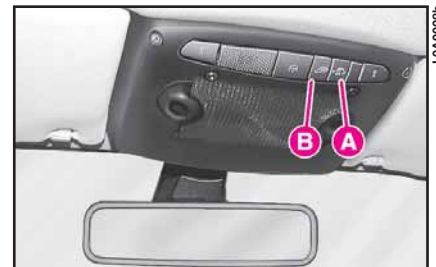

fig. 16
Para desactivar la protección volumétrica presione el pulsador **A** (**fig. 16**) en la lámpara de techo anterior: cuando se desactiva la función, el testigo del pulsador parpadea durante 3 segundos y luego, se apaga.
Para desactivar la protección antilevantamiento, presione el pulsador **B** (**fig. 16**) en la lámpara de techo anterior: cuando se desactiva la función, el led del pulsador parpadea durante 3 segundos aproximadamente y luego, se apaga.
- protección volumétrica, desactivable mediante el pulsador **A** (**fig. 16**) en la lámpara de techo anterior: cuando se desactiva la función, el led en el pulsador parpadea durante 3 segundos aproximadamente y luego, se apaga;
- protección antilevantamiento, desactivable mediante el pulsador **B** (**fig. 16**) en la pantalla anterior: cuando se desactiva la función, el led en el pulsador parpadea por unos 3 segundos y luego se apaga.